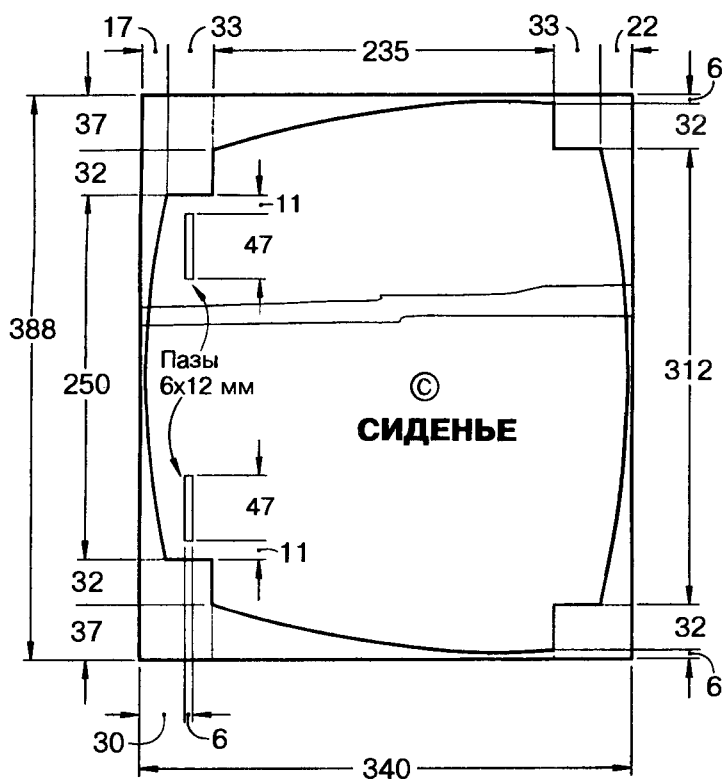

Рис. 4.
2. Разметьте на ней контуры сиденья (элемент С на рис. 4), включая четыре выемки под ножки и два паза для фиксации фигурки медвежонка.
1. Чтобы соединения ножек с сиденьем было перпендикулярным, выпилите из фанеры распорку 340×390 мм, в которой затем выберите угловые гнезда для ножек (рис. 4). Разрезав распорку пополам, склейте обе части изолентой. Это нужно, чтобы вынуть ее после того, как вся конструкция будет собрана.